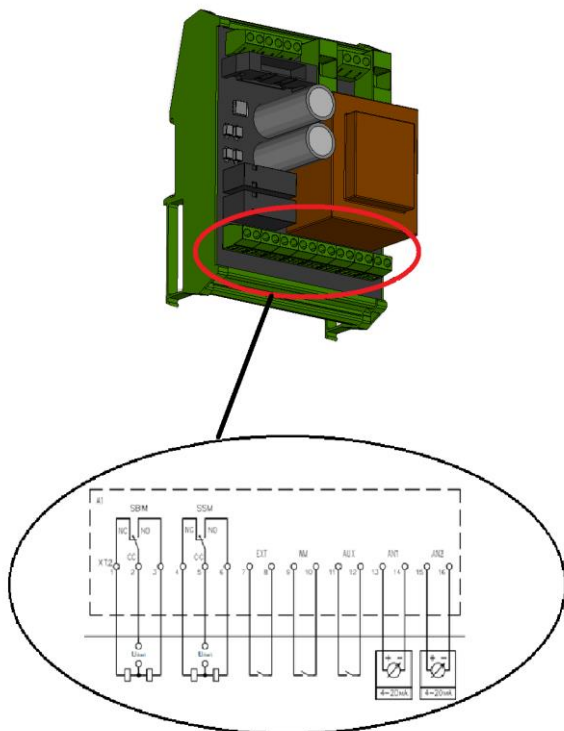

Рис. 15. Подключение внешних устройств сигнализации и датчиков.
- Для подсоединения внешнего устройства сигнализации работы системы используются клеммы **NC, CC, NO – SBM** клеммной колодки ХТ2 (рисунок 15), представляющие собой переключающий контакт реле. Реле включено - если хотя бы один из насосов готов к работе в автоматическом режиме и работа системы не блокируется внешними сигналами - обобщенная сигнализация работы.
- Для подсоединения внешнего устройства сигнализации неисправности системы используются клеммы **NC, CC, NO – SSM** клеммной колодки ХТ2 (рисунок 15), представляющие собой переключающий контакт реле. Реле включено - если обнаружена хотя бы одна неисправность в системе - обобщенная сигнализация неисправности.
- Подсоединение внешних датчиков к клеммам аналогового входа **AN1**, и дискретным входов **EXT, WM** клеммной колодки ХТ2 (рисунок 15) осуществляется в зависимости от используемых внешних датчиков в соответствии с Таблицей 3. В таблице указана также зависимость отображения кода неисправности при срабатывании соответствующего внешнего датчика и тип контакта датчика - **NC** (Normal Closed – нормально замкнутый) или **NO** (Normal Opened – нормально разомкнутый). В случае если внешний датчик не используется, а тип контакта датчика обозначен – **NC**, то необходимо клеммы **EXT, WM** соответствующего входа соединить перемычкой. Подключение аналоговых датчиков рекомендуется выполнять экранированным кабелем. Подключение кабеля аналоговых датчиков к прибору управления осуществляется по схеме, аналогичной схеме подключения кабелей насосов и представленной на рисунке 14.